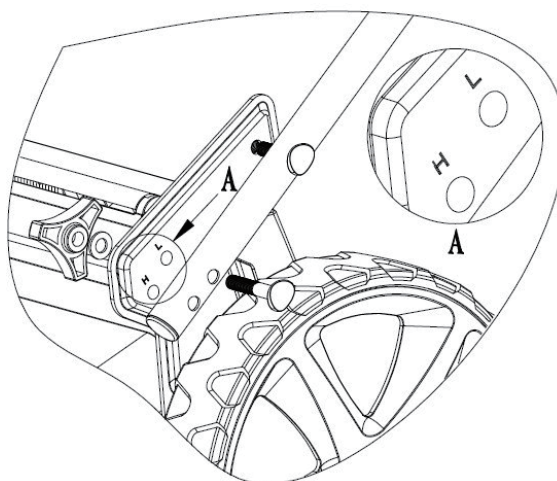

Fig. 2
2. Il foro "H" serve per la regolazione alta del manubrio , il foro "L" per quella più bassa (vedi fig. 2).